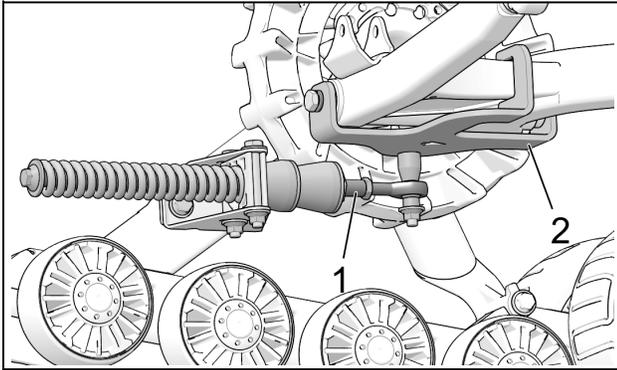

Abbildung 16
- Der Stabilisierungsarm (1) muss am vorderen, am Fahrzeug angebrachten Verankerungsbügel (2) montiert werden. Siehe Abbildung 16.